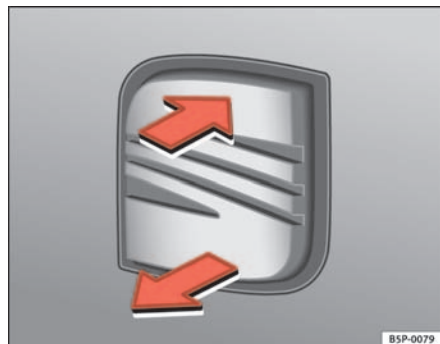
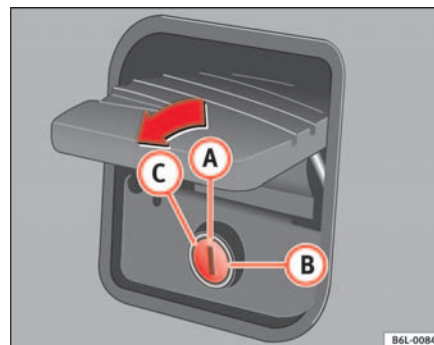

Fig. 50 Portón trasero: apertura desde fuera
Fig. 51 Cerradura del portón trasero
- Tire de la maneta y levante el portón ⇒ fig. 50. El ojo de la cerradura debe estar en posición vertical ⇒ fig. 51 **a**
Con el ojo de la cerradura **a** ⇒ fig. 51 en posición vertical, el portón se abre y se cierra automáticamente mediante el cierre centralizado. Además el portón se puede abrir y cerrar con la llave.
Estando el ojo de la cerradura en posición horizontal **b** ⇒ fig. 51, una vez cerrado el portón trasero, queda permanentemente bloqueado una vez cerrado y sólo se podrá abrir con la llave principal.
Para abrir el portón hay que girar la llave hasta el tope **c** ⇒ fig. 51 en el sentido de la flecha. En esta posición, la llave no podrá sacarse de la cerradura. ▶